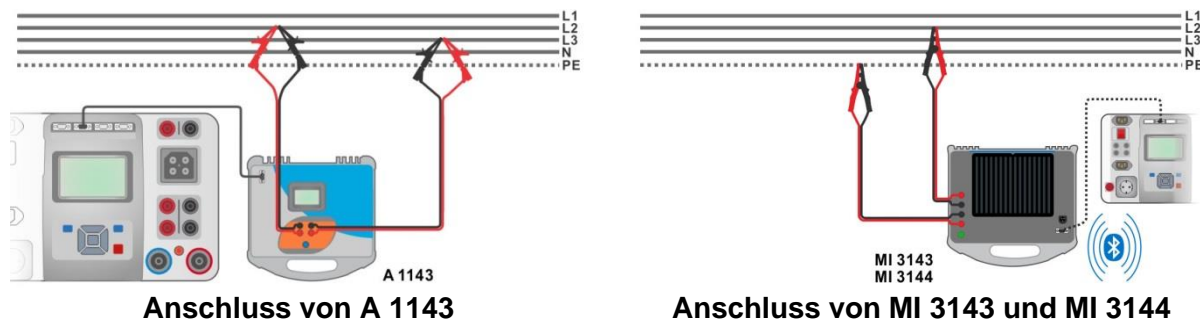

Abbildung 6.68: Hochpräzise Schleifenimpedanzmessung
- › Verbinden Sie die Prüfleitungen mit dem zu testenden Gerät, siehe Abbildung 6.68 und Abbildung 6.69.